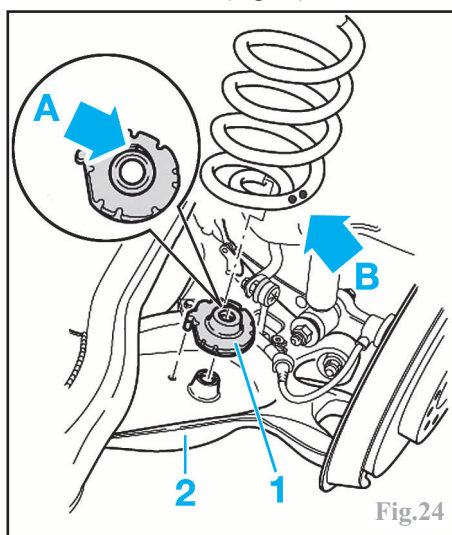

Fig.24
Veiller à ce que l'extrémité conique du ressort et les repères de couleur (B) soient orientés vers le bas (Fig.24).